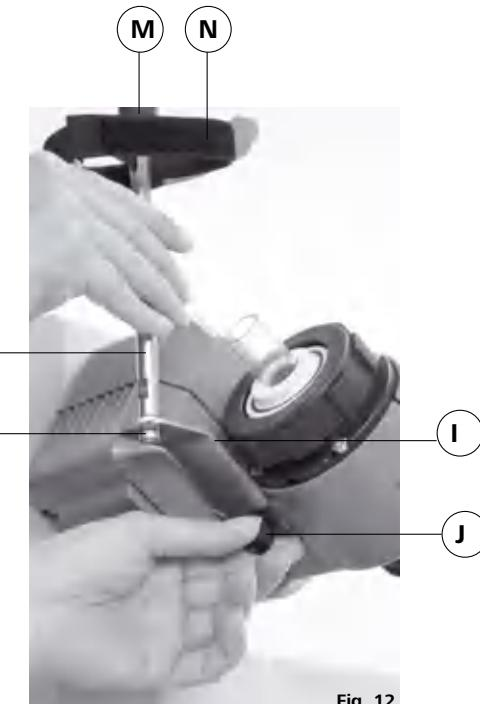

Fig. 12
- ☞ Montieren Sie die Kühlersicherung gemäß der Abbildung (Fig. 12).
- ☞ Montieren Sie das Blech (I) mit der Rändelschraube (J).
- ☞ Stecken Sie den Stativstab (L) auf das Blech (I) und fixieren Sie es mit der Mutter (K).
- ☞ Bringen Sie den Gummischutz (M) an.
- ☞ Befestigen Sie das Klettband (N) am Stativstab (L).
- ☞ Sichern Sie den vertikalen Glassatz mit dem Klettband (N).